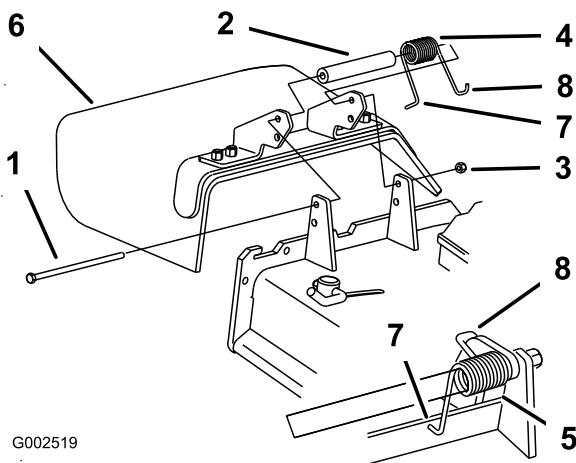

Figura 15
1. Togliete il piano inclinato di scarico laterale dal piatto di taglio (Figura 15).